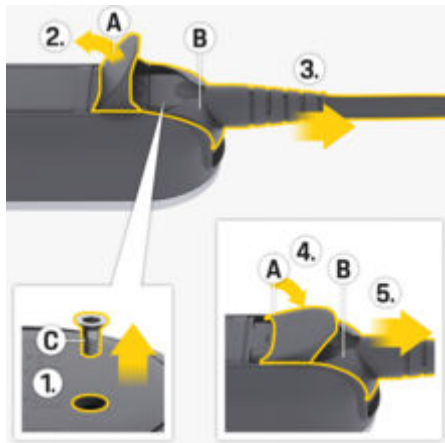

図. 195 電源供給ケーブルの切り離し
- 1. 適切なツールを使用して、スクリュー C (図. 195) を取り外します。
- 2. カバー A (図. 195) を完全に開きます。
- 3. 抵抗を感じる所までプラグ B (図. 195) を引き出します。
- 4. カバー A (図. 195) を約 15 度に閉じます (カバーをプラグ B (図. 195) に預けた状態にできます)。
- 5. プラグ B (図. 195) を完全に引き出します。